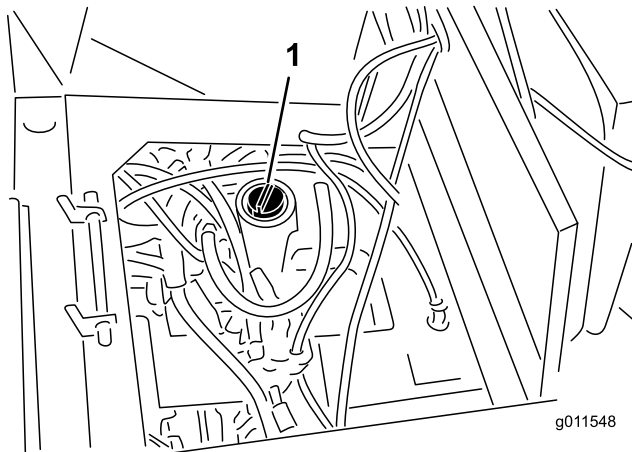

Figure 74
3. Remplissez le réservoir (Figure 74) d'environ 30 litres (8 gallons) d'huile hydraulique; voir Contrôle du niveau de liquide hydraulique.